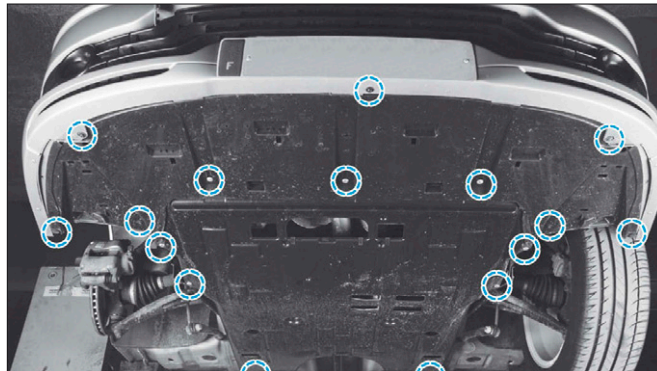

FIG. 4
- Déposer les protections sous moteur (Fig.4).